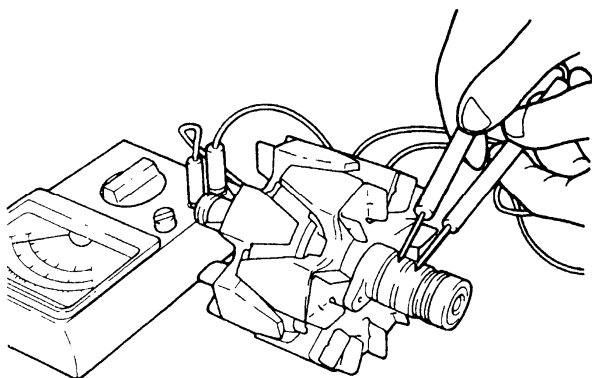

图 9-40
(1) 转子的检查
①检查转子线圈滑环间的导通状况，如电阻值偏离标准值，应更换转子（见图 9-40）